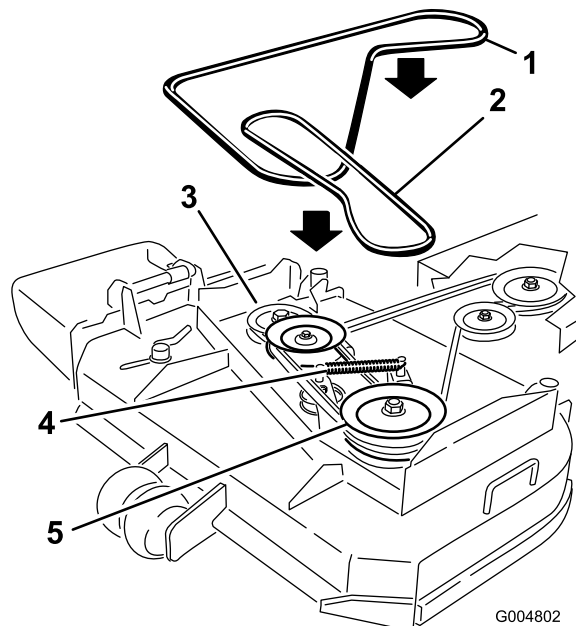

Figura 44
6. Scollegate la molla del braccio di rinvio per rilasciare la tensione sul braccio di rinvio e sulla puleggia tendicinghia, quindi toglie la cinghia del tosaerba consumata (Figura 44).
7. Montate la nuova cinghia del tosaerba attorno alle 2 pulegge del mandrino esterne, alla puleggia tendicinghia e nella scanalatura inferiore della puleggia del mandrino doppia (Figura 44).
8. Collegate la molla del braccio di rinvio (Figura 44).
10. Regolate la guida della cinghia a 3 mm dalla cinghia (Figura 44).